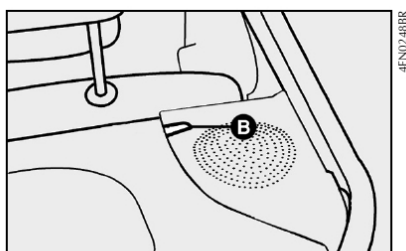

fig. 66
2) Tirar os pinos do bagagito das respectivas sedes B-fig. 66 e removê-lo.